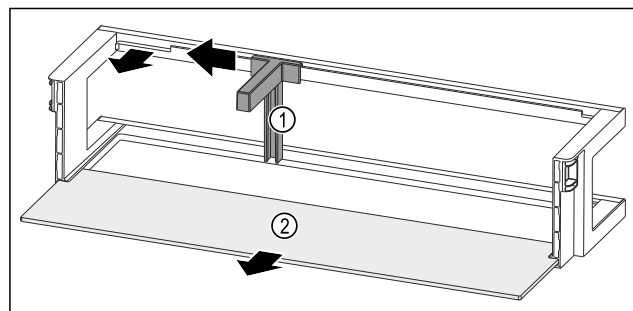

Fig. 203 Лотки на дверцятах із тримачем пляшок і полицею
- ▶ Пересуньте тримач пляшок Fig. 203 (1) убік до пазу.
- ▶ Вийміть тримач пляшок Fig. 203 (1).
- ▶ Дістаньте полицю Fig. 203 (2).